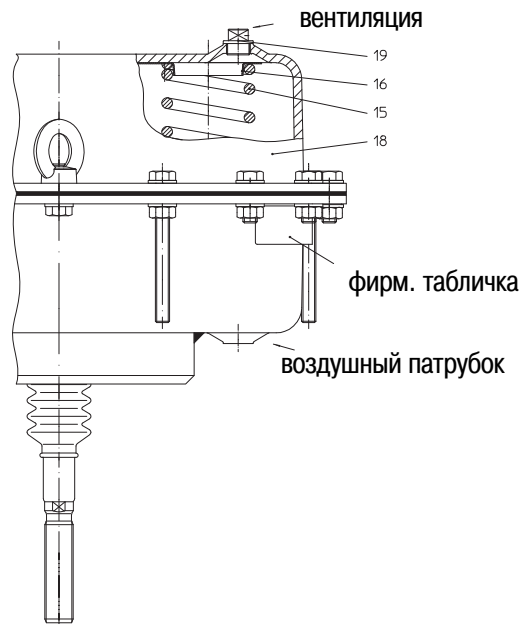

Рис. 25
- Установите пружины (15) на центрирующий элемент (16) в мембранной тарелке (11), затем уложите второй центрирующий элемент (16) на пружины (15).
- Следите за правильной посадкой пружин! (см. Рис. 25!) Расположите пружины (15) так, чтобы над вырезом в центрирующем пружины элементе (16) располагалось вентиляционное отверстие в кожухе мембраны (18).
- Установите кожух мембраны (18) на пружины (15) и закрепите винтами.